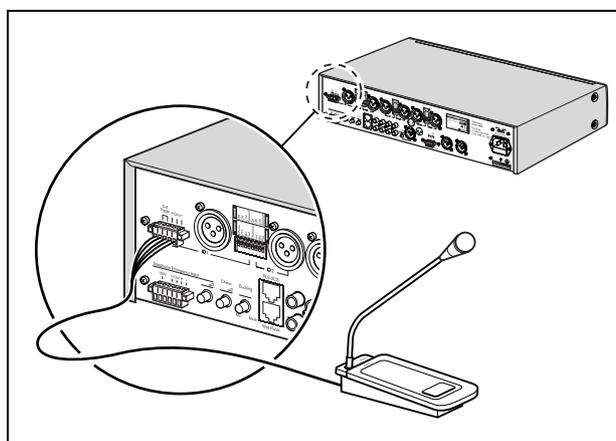

figura 4.4: connettore di tipo europeo con segnale di sincronizzazione
- Connettore di tipo europeo con segnale di sincronizzazione. Vedere figura 4.4.